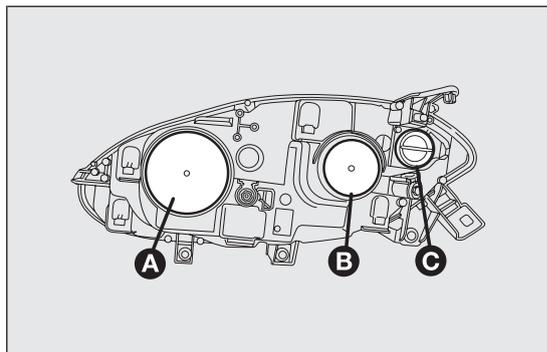
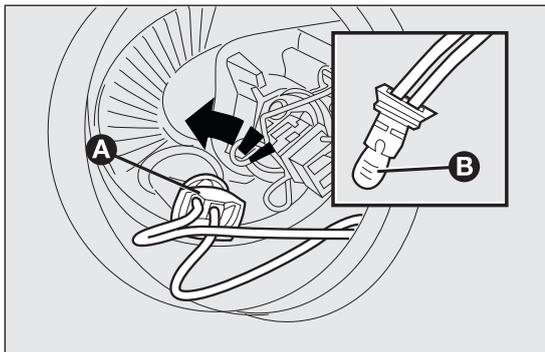

fig. 157
fig. 159
- quitar la tapa de protección B fig. 157;
- montar correctamente la tapa de protección A fig. 157.
- quitar la tapa de protección A fig. 157;
- girar hacia la izquierda el portalámpara A fig. 159 y extraerlo;
- montar la nueva lámpara, introducir nuevamente el portalámpara A fig. 159 y, a continuación, montar de nuevo correctamente la tapa de protección B fig. 157.
- montar de nuevo correctamente la tapa de protección B fig. 157.
- girar hacia la izquierda la tapa de protección C fig. 157 ;